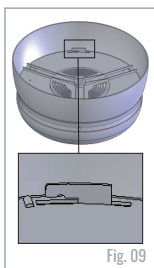

Fig. 09
2º - Após a montagem de todo o ventilador, encaixe o lustre (08) no Prato Superior (17) conforme fig. 09.